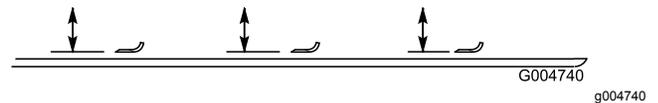

Рисунок 143
4. Поверните нож так, чтобы его концы были направлены вперед и назад, и измерьте расстояние между внутренней частью деки газонокосилки и режущей кромкой в передней части ножа (Рисунок 143).